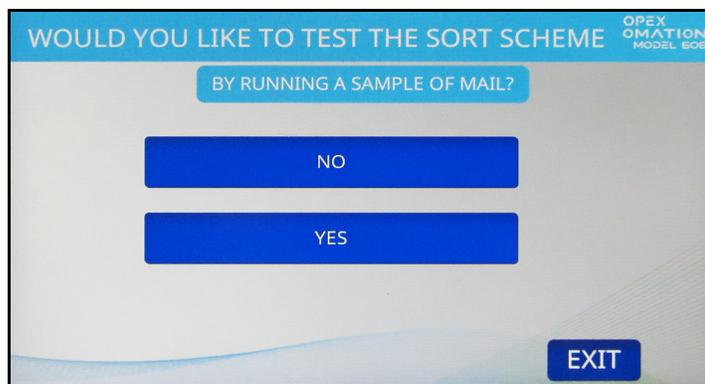

図 6-25 : 実行確認画面
9. 次の画面では、プライマリーメールおよびセカンダリーメールのサンプルを処理して仕訳設定をテストできます (図 6-25)。 **YES** を押して続行します